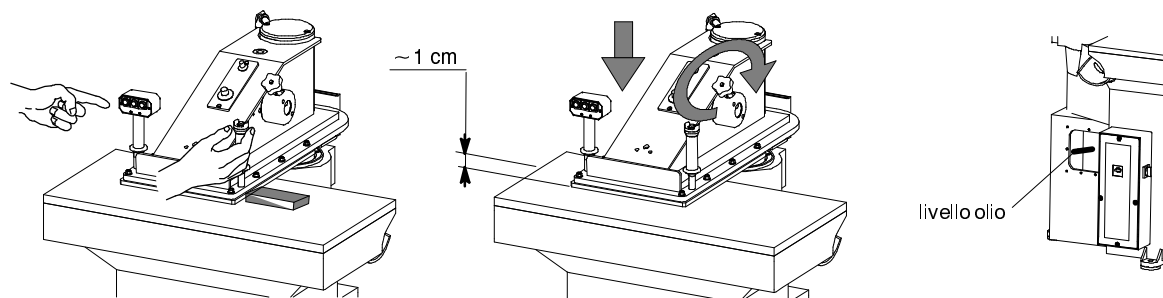

Fig. 9
- Interporre tra il ceppo ed il braccio rotante un pezzo di legno o altro materiale resistente avente un'altezza di circa 2 cm. e azionare la macchina per qualche minuto tramite gli appositi pulsanti di comando (**che devono essere premuti contemporaneamente**): quello dell'impugnatura destra e uno dei tre dell'impugnatura sinistra. Questa operazione si rende necessaria al fine di espellere tutta l'aria contenuta nelle tubazioni dei cilindri. Togliere lo spessore precedentemente utilizzato e, assicurandosi che non vi sia alcun oggetto sul piano di lavoro, ruotare lentamente il volantino regolazione (Fig. 9) in senso orario finché il braccio abbassandosi si posiziona a circa 1 cm dal piano di taglio. A questo punto controllare il livello dell'olio nel serbatoio e se necessario immettere altro olio, fino a raggiungere la linea rossa di massimo livello (destra Fig. 9). Solo così facendo si avrà la sicurezza di avere nel serbatoio l'esatta quantità di olio.